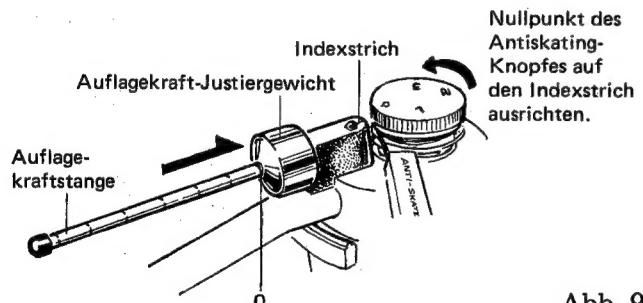

Abb. 9
1. Das Auflagekraft-Justiergewicht ganz zum rückwärtigen Ende der Auflagekraftstange schieben (Abb. 9).
2. Den Antiskating-Knopf im Gegenuhrzeigersinn auf "0" stellen (Abb. 9).